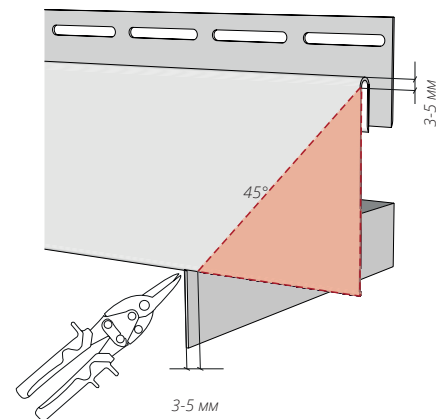
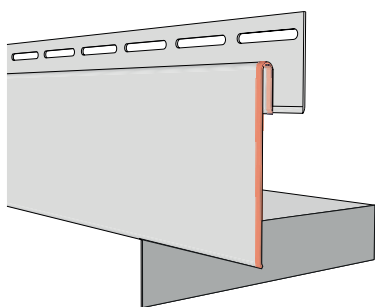
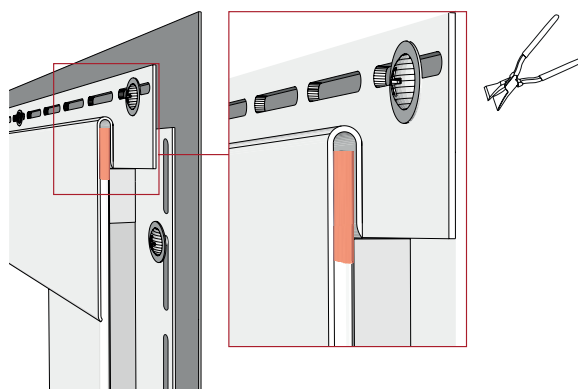

Рисунок 62
Рисунок 69
Рисунок 72
15.11 Если соединение приоконных планок нужно выполнить под углом 45° , верхнюю приоконную планку с обеих сторон нужно подрезать согласно Рис. 62.
15.15 После монтажа приоконные и финишные планки должны оставаться подвижными, независимо друг от друга. На Рис. 69, 70, 71 показаны части, которые необходимо точно подогнать. На Рис. 72 показана верхняя часть боковой приоконной планки, которую можно поджать, используя клещи прямые, чтобы в месте примыкания был более легкий ход. При резе верхней приоконной планки под углом 45° (Рис. 62) использовать поджим не нужно.